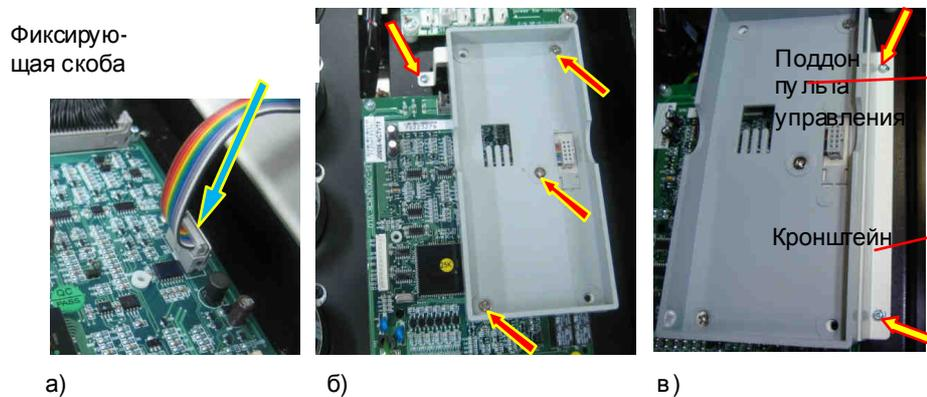

Рис. 7.33.
7.18.1. Подключить разъем шлейфа поддона пульта управления к ответному разъему на плате ЦП и зафиксировать скобой (рис. 7.33а).
7.18.2. Закрепить поддон пульта управления на кронштейне тремя винтами (рис. 7.33б, красные стрелки).
7.18.3. Установить кронштейн с поддоном на корпусе блока конденсаторов и закрепить тремя винтами (рис. 7.33в, желтые стрелки).